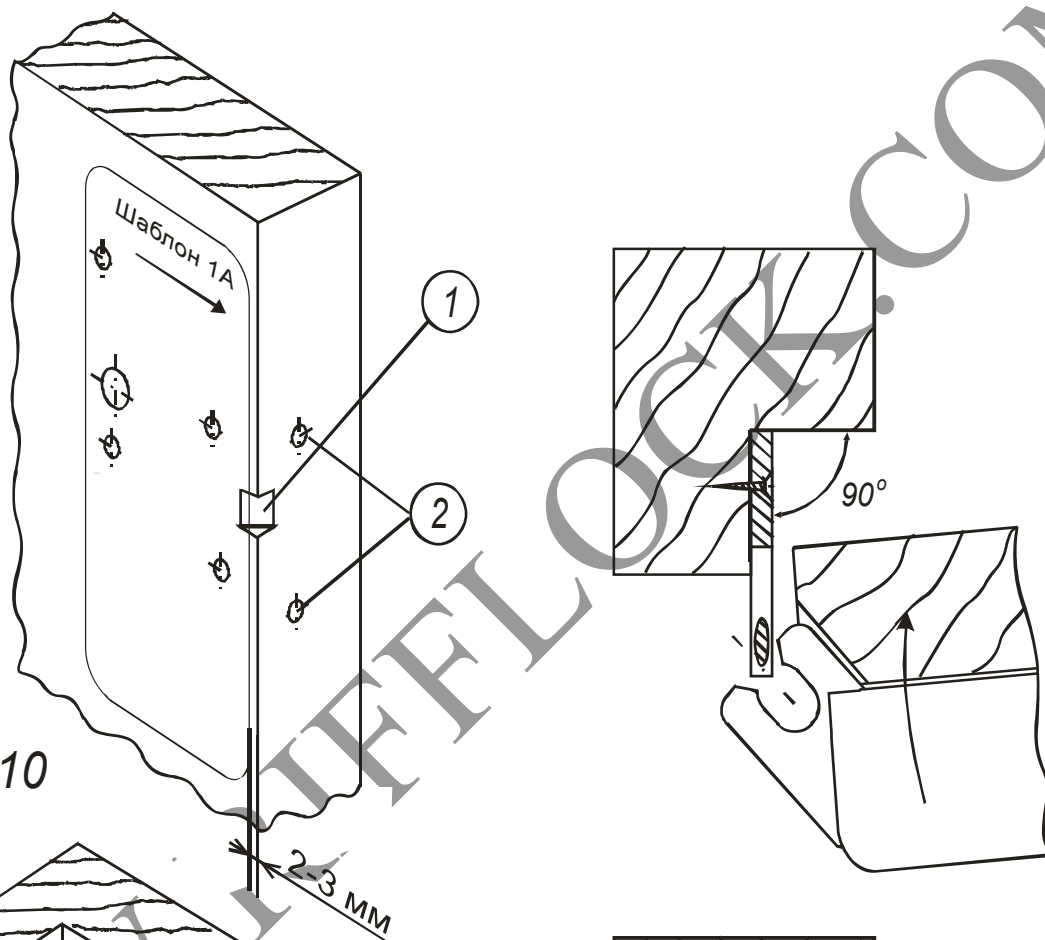
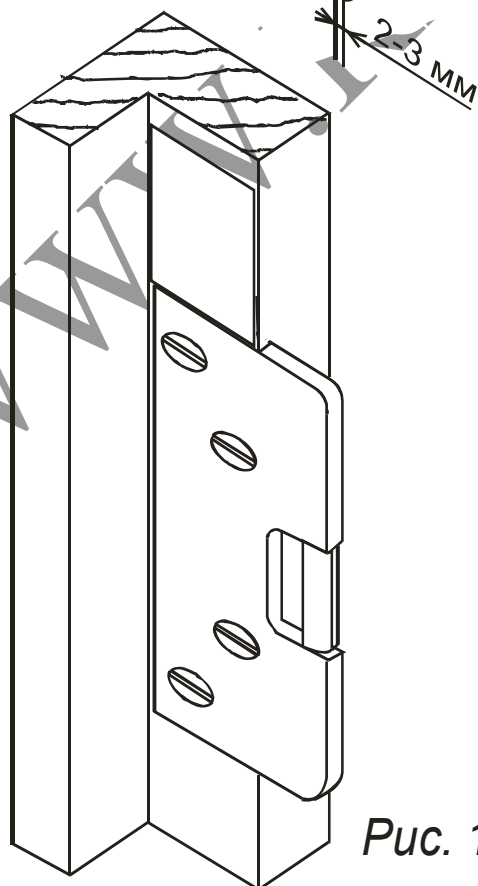
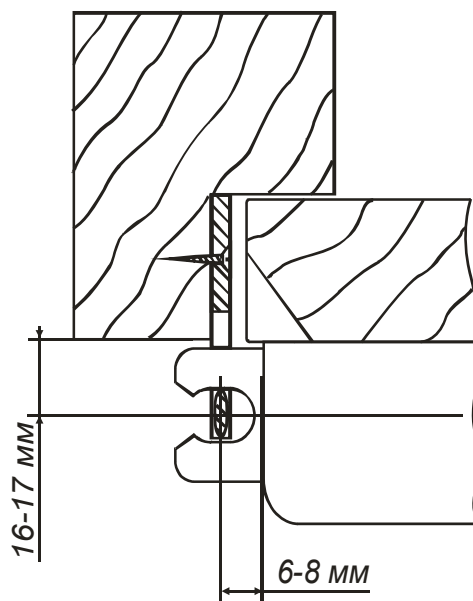
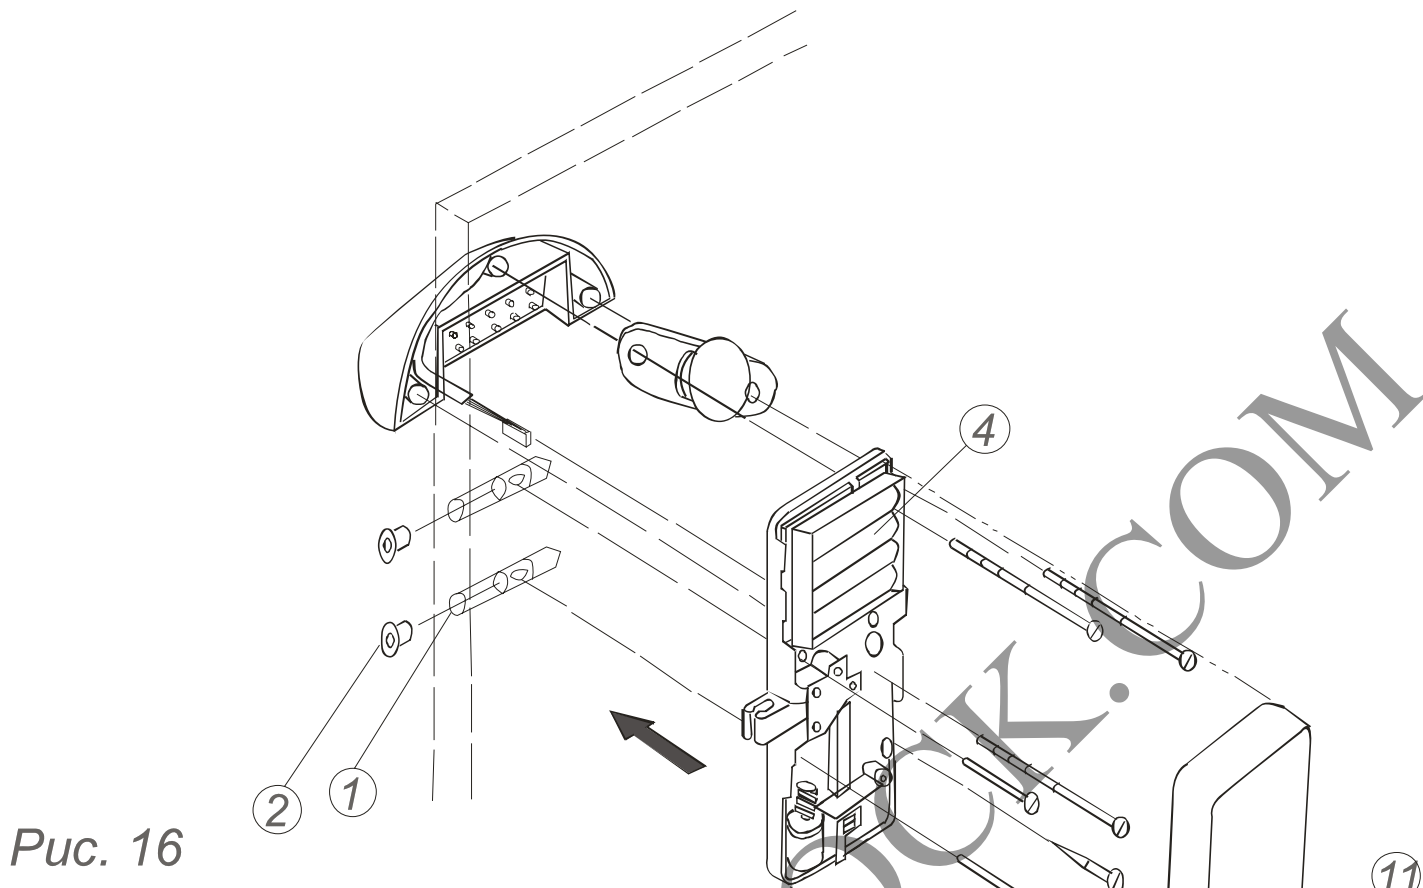

Рис. 10
Рис. 11
Рис. 12
Рис. 16
6. Установите крышку замка и закрепите её винтом М4х6 (рис. 16) поз. 11.
6.1.2. Приложите шаблон А с внутренней стороны двери так, чтобы стрелка на шаблоне указывала на край двери и шаблон находился на расстоянии 2...3 мм от края двери (рис. 10). Выполните разметку отверстий по шаблону.
6.1.3. В районе заштрихованного сектора снимите фаску (рис.10, позиция 1) для хода ригеля (рис. 12).
6.1.5. В торце двери на уровне выполненных отверстий 2, 3 высверлите два отверстия диаметром 10 мм на глубину 30 - 40 мм (рис. 10, позиция 2 и рис. 16, позиция 1).
6.1.6. Вставьте в отверстия гайки мебельные (рис. 1, позиция 8), проверьте совпадение резьбовых отверстий винтом М5х35 (рис. 1, позиция 7), (рис. 16, позиция 1).
6.1.8. Установите широкую запорную планку (рис.1, позиция 4) в соответствии с рис. 11, рис.12.
6.1.9. Проверьте взаимодействие ригеля замка и запорной планки (рис. 12).
6.1.15. Сборку производите по рис. 16 или 17, в зависимости от варианта установки (для двери толщиной 35-42мм использовать винты М5х55).
6.1.21. Закройте крышку замка и закрепите её винтом (рис. 16, позиция 11).
6.1.23. Закройте отверстия в торце двери заглушками (рис.1, поз. 9), (рис. 16, поз. 2)
6.2.4. В торце двери на уровне выполненных отверстий 2, 3 высверлите два отверстия глубиной 30-40 мм и диаметром 10 мм (рис. 16, позиция 1).
6.2.5. Вставьте в отверстия гайки мебельные (рис. 1, позиция 8), проверьте совпадение резьбовых отверстий винтом М5х35 (рис. 1, позиция 7) и закройте отверстия заглушками (рис. 1, позиция 9 и рис. 16, позиция 2).